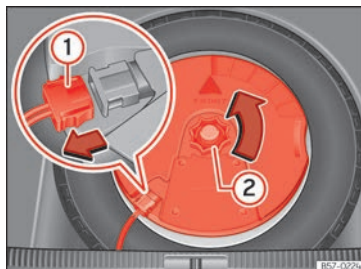

Abb. 191 Im Gepäckraum: Subwoofer ausbauen.
- Ziehen Sie das Subwoofer-Lautsprecherkabel heraus » **(Abb. 191) ①**.
- Drehen Sie das Befestigungshandrad entgegen dem Uhrzeigersinn heraus » **(Abb. 191) ②**.